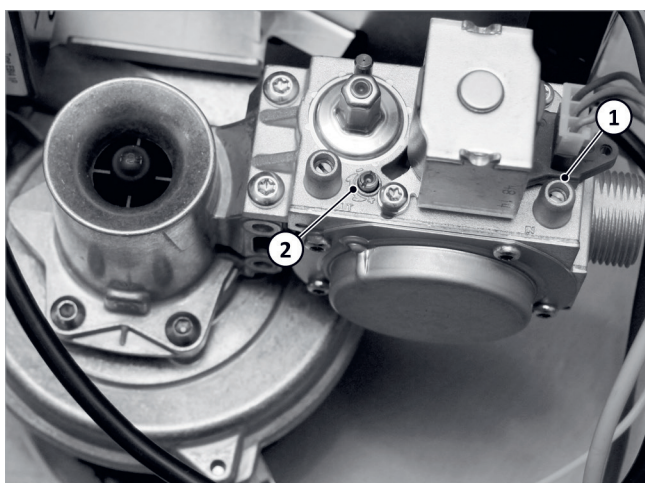

Fig. 103: Ajuste del quemador
- Para comprobar la presión dinámica del gas con el quemador en marcha se debe utilizar la conexión de medición → fig. 103 (1).